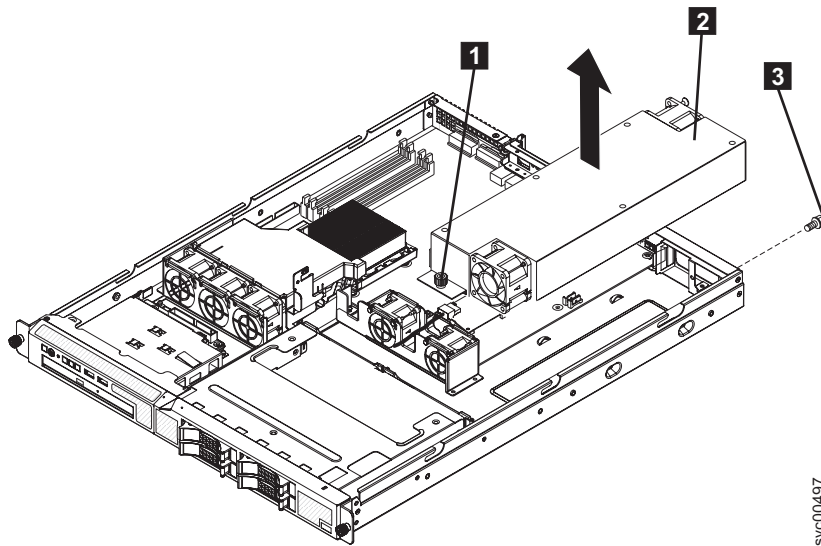

図 150. SAN ボリューム・コントローラー 2145-8A4 電源機構
10. 図 150 に示すように、電源機構をシャーシの背面に固定するねじ **3** を取り外します。